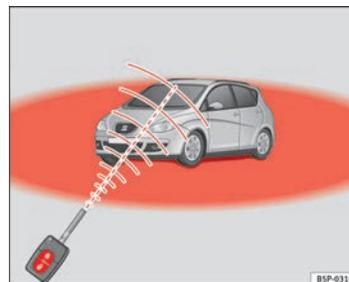

Fig. 65 Raio de ação do comando à distância por radiofrequência
- O comando à distância por rádio-frequência só funciona, se se encontrar dentro do seu raio de acção ⇒ Fig. 65 (superfície vermelha).